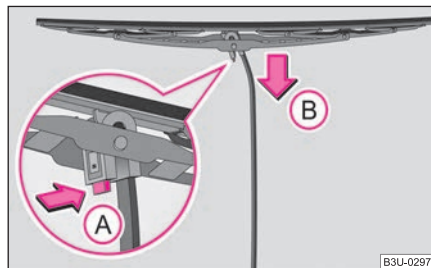

**Fig. 50** Spazzola per parabrezza
- Sollevare il braccio portaspazzola dal parabrezza e posizionare la spazzola in posizione perpendicolare rispetto al braccio ⇒ fig. 50.